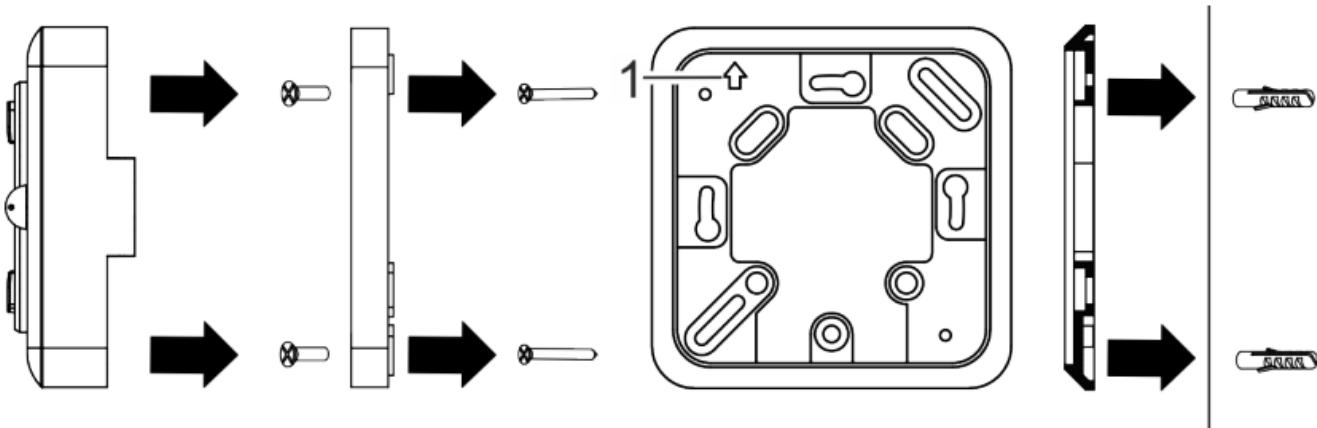

Fig. 6: Montaggio della base dell'alloggiamento sulla piastra di montaggio
1. Montare la piastra di montaggio sulla scatola sotto intonaco con le viti (3,5 x 25 mm) (Fig. 6).
La freccia (Fig. 6/1) sulla piastra di montaggio dev'essere rivolta verso l'alto.
7. Montare la base dell'alloggiamento dell'apparecchio sulla piastra di montaggio con le viti (3 x 6 mm) (Fig. 6).